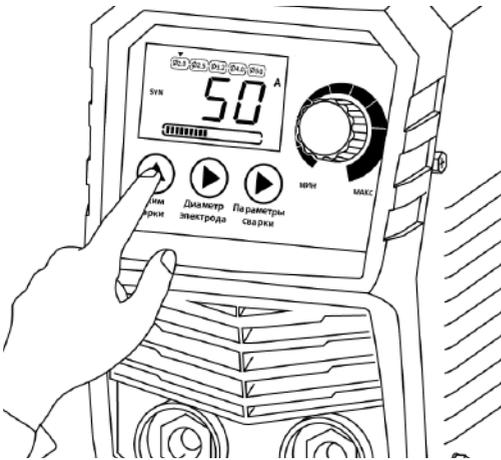
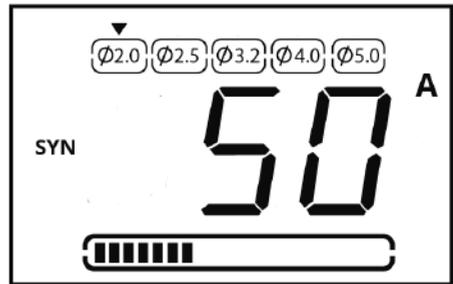

Рис. 9.1.1. Выбор способа сварки.
Рис. 9.1.2. Пример режим Synergy.
1. Перейдите в режим Synergy для MMA сварки на передней панели сварочного аппарата (см. рис. 9.1.1). Загорится индикатор SYN (см. рис. 9.1.2).